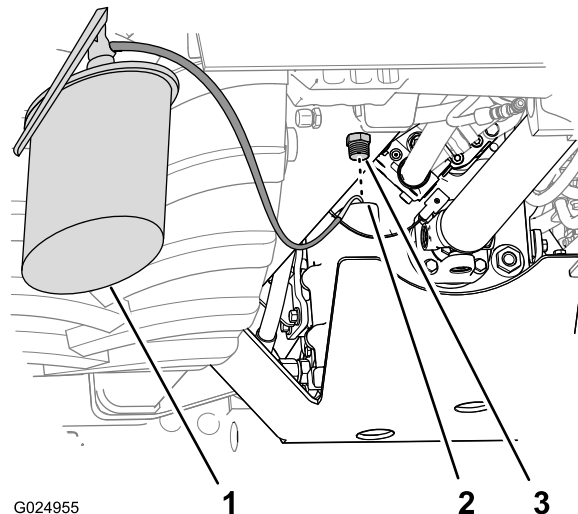

Figura 101
4. Adicione o óleo especificado na transmissão pelo orifício de abastecimento (**Figura 101**).